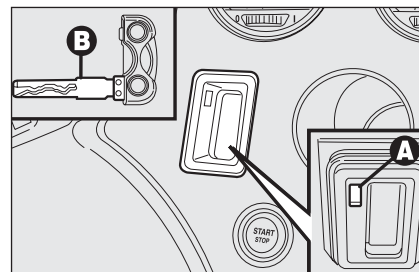

fig. 1
- ☐ introduzca la pieza metálica **B-fig. 1** de la llave electrónica en la ranura **A**;
**ADVERTENCIA** No introduzca en la ranura **A-fig. 1** otros objetos que no sea la pieza metálica **B** de la llave electrónica.